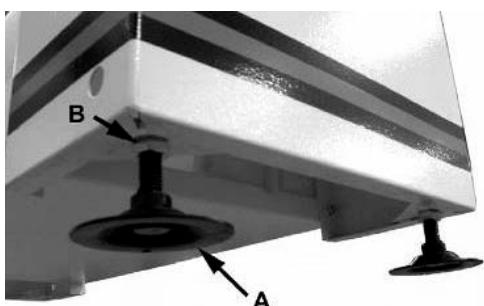

Рис.2
Смонтируйте регулируемые опоры (A, Рис. 2) с помощью 2 гаек (B) на стороне, противоположной мотору.